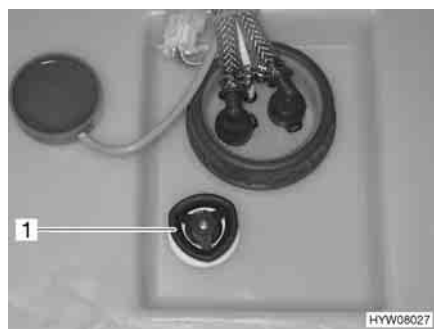

Fig. 96 Serbatoio dell'acqua con maniglia girevole
- Sul serbatoio dell'acqua, ruotare la maniglia girevole (Fig. 96,1) in senso orario fino all'arresto.
- Sul serbatoio dell'acqua, ruotare la maniglia girevole (Fig. 96,1) in senso antiorario fino all'arresto. L'acqua fuoriesce fino a ca. 20 litri.
- Sul serbatoio dell'acqua ruotare la maniglia girevole (Fig. 96,1) in senso antiorario, oltre la resistenza verso l'esterno fino all'arresto, per aprire completamente l'apertura di scarico.